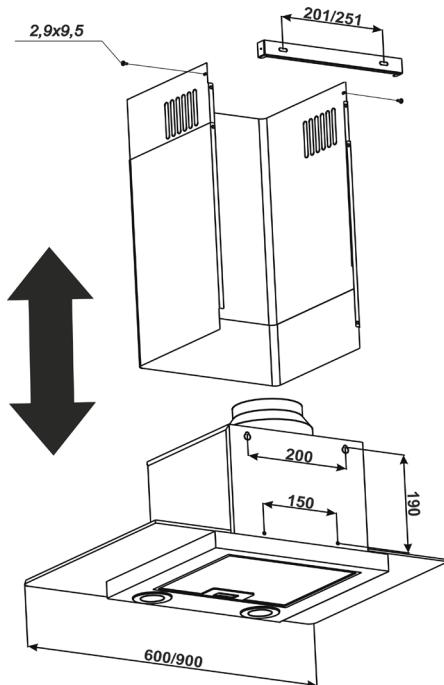

Рис. 4
6.4 Проведите разметку крепежных отверстий корпуса на стене кухни. Для этого изготовьте бумажный шаблон с координатами 4-х отверстий на задней стенке корпуса (**точки А, В, С, D** див. **схема монтажу**); приложите шаблон к стене на необходимой высоте, указанной ранее, и выровняйте по уровню (рис.4).
6.9 Установите телескопический кожух дымохода на корпусе вытяжки. Поднимите верхнюю панель кожуха с планкой под потолок, чтобы он закрывал воздуховод вентиляции, и разметьте по пазам планки **2 отверстия под крепление (точки Е, F)** (рис.4).
6.13 Установите внешнюю панель кожуха дымохода в пазы на корпусе вытяжки, а внутреннюю – поднимите вверх до совмещения отверстий крепления с планкой и соедините с боков **2-мя шурупами ПКГ 2,9x9,5** (рис.4).